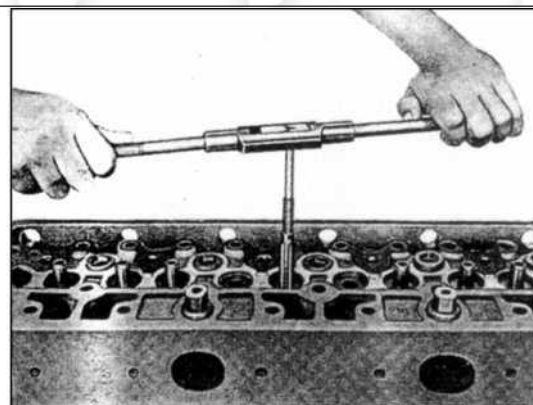

РИС. 89
- 3) Проверьте посадочное отверстие под втулку в головке блока цилиндров и, если необходимо, разверните отверстие с помощью комплекта разверток до следующего ремонтного размера (рис.89).